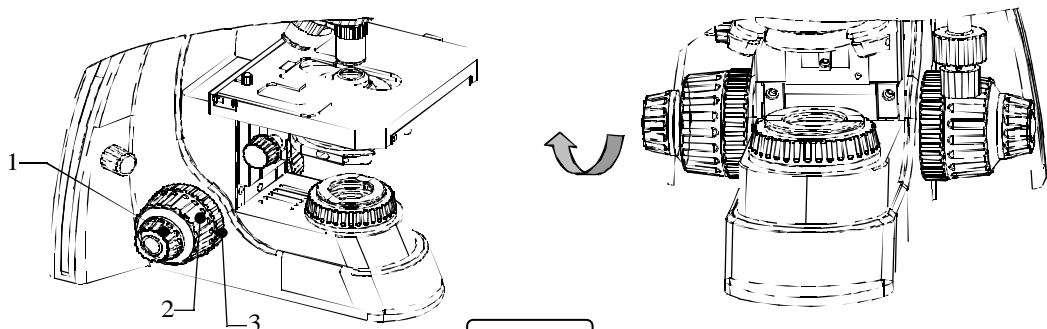

Рис.10
(1) Ручка фокусировки 1 предназначена для точной фокусировки, ручка фокусировки 2 - для грубой фокусировки. Поверните ручку грубой фокусировки 2 против часовой стрелки, чтобы поднять предметный столик, и по часовой стрелке, чтобы опустить его, как показано на Рис.10
(2) Установите объектив 10X на световой путь поворотом револьверной головки объективов (при повороте в правильное положение объектив автоматически останавливается)
(3) Установите предметный столик в самое верхнее положение используя ручку грубой фокусировки, наблюдайте через окуляры, медленно опускайте предметный столик поворачивая ручку грубой фокусировки. Прекратите вращать ручку как только образец попадет в фокус.
(4) Вращайте ручку точной настройки для точной фокусировки до получения четкого изображения.
(5) Ручка 3 предназначена для фиксации положения предметного столика по высоте; эта функция гарантирует отсутствие касания объективом предметного столика или образца. Если предметный столик будет зафиксирован в заранее заданном положении, вы можете быстро сфокусировать изображение.